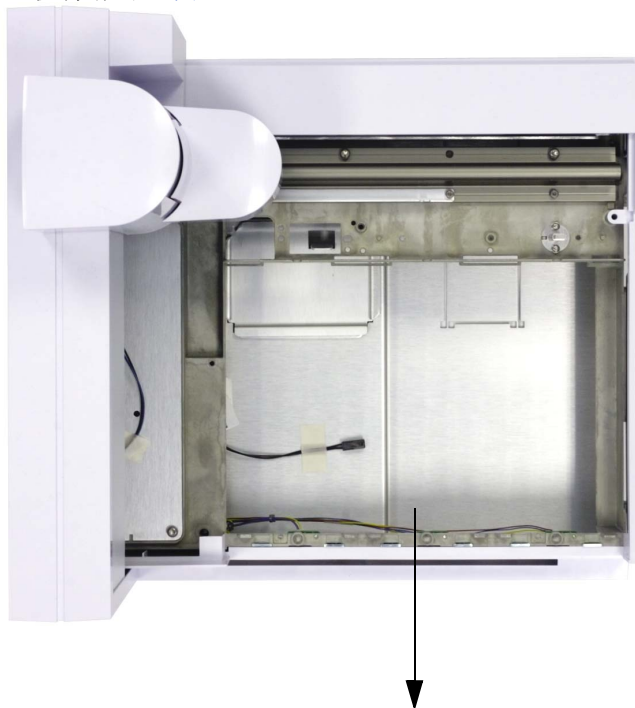

图 43 卸下样品盘支座板
- 24 通过抬起样品盘支座板的前部并朝着样品盘的前部朝外拉，卸下支座板。支座板将滑出（图 43）。